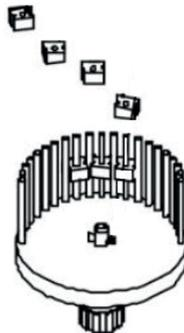

Figura 8
4. Insira os dígitos em posições opostas. (figura 8)